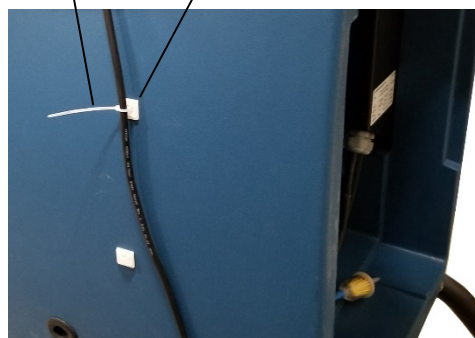

Fig.10
10. ケーブルは邪魔にならないように取回したうえで、タイベースと結束バンドで固定してください。なお、タイベースはFBM本体に直接貼付けてください。(Fig.10)